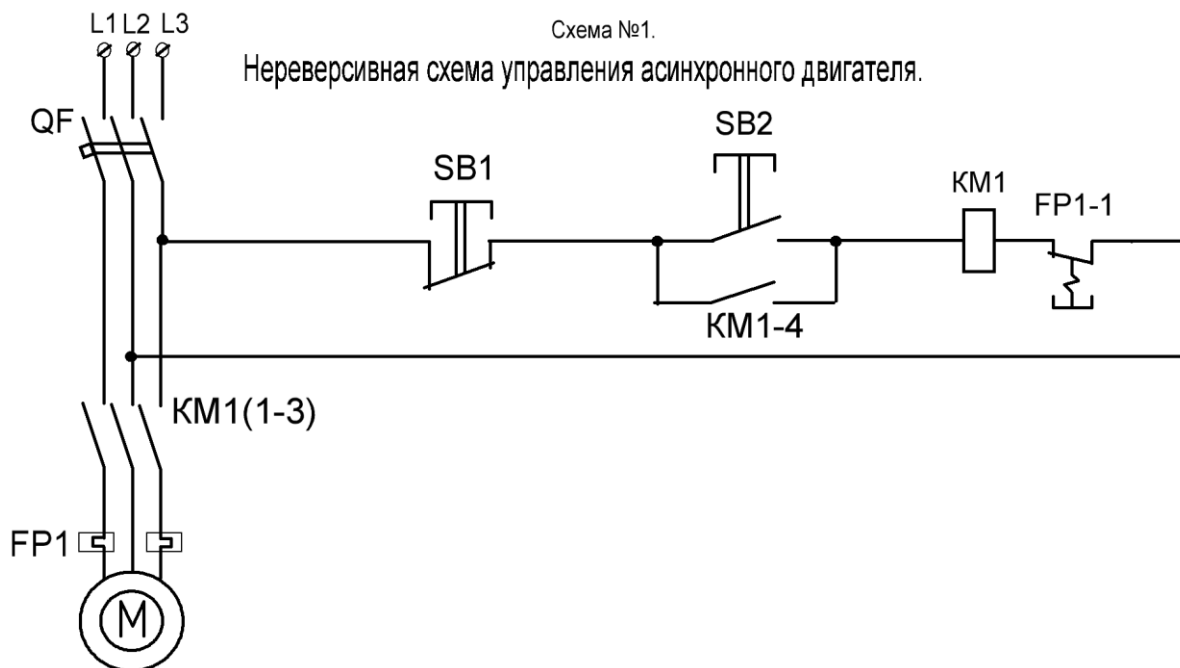

Рис.1
4. Собрать на стенде схему Рис.1